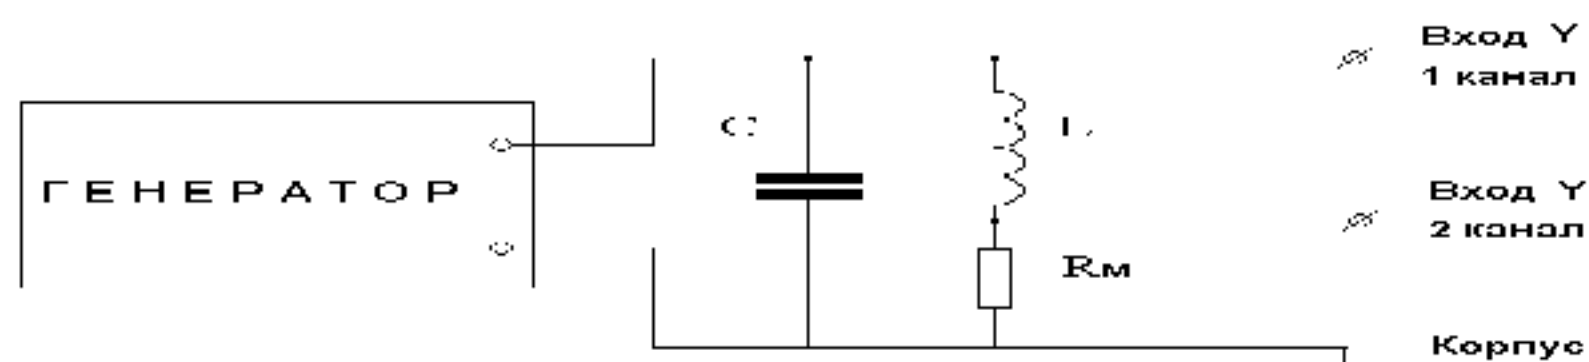

Рис. 7.
11. Для одновременного наблюдения осциллограмм колебаний тока и напряжения и определения сдвига фаз между ними собрать схему в соответствии с рис. 7.